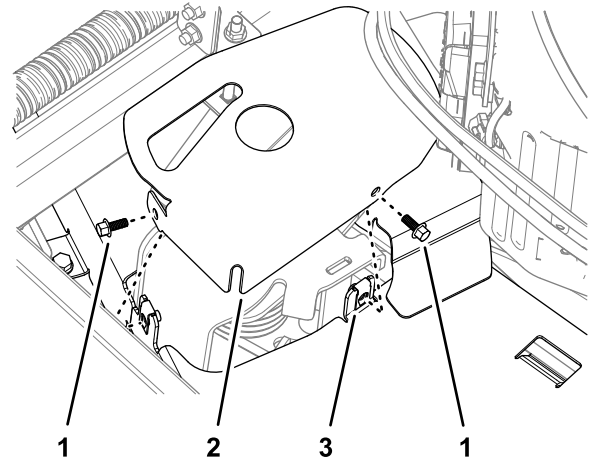

Figure 34
1. Retirez les 2 vis à embase qui fixent le couvercle du tendeur au protège-courroie gauche et déposez le couvercle (Figure 34).